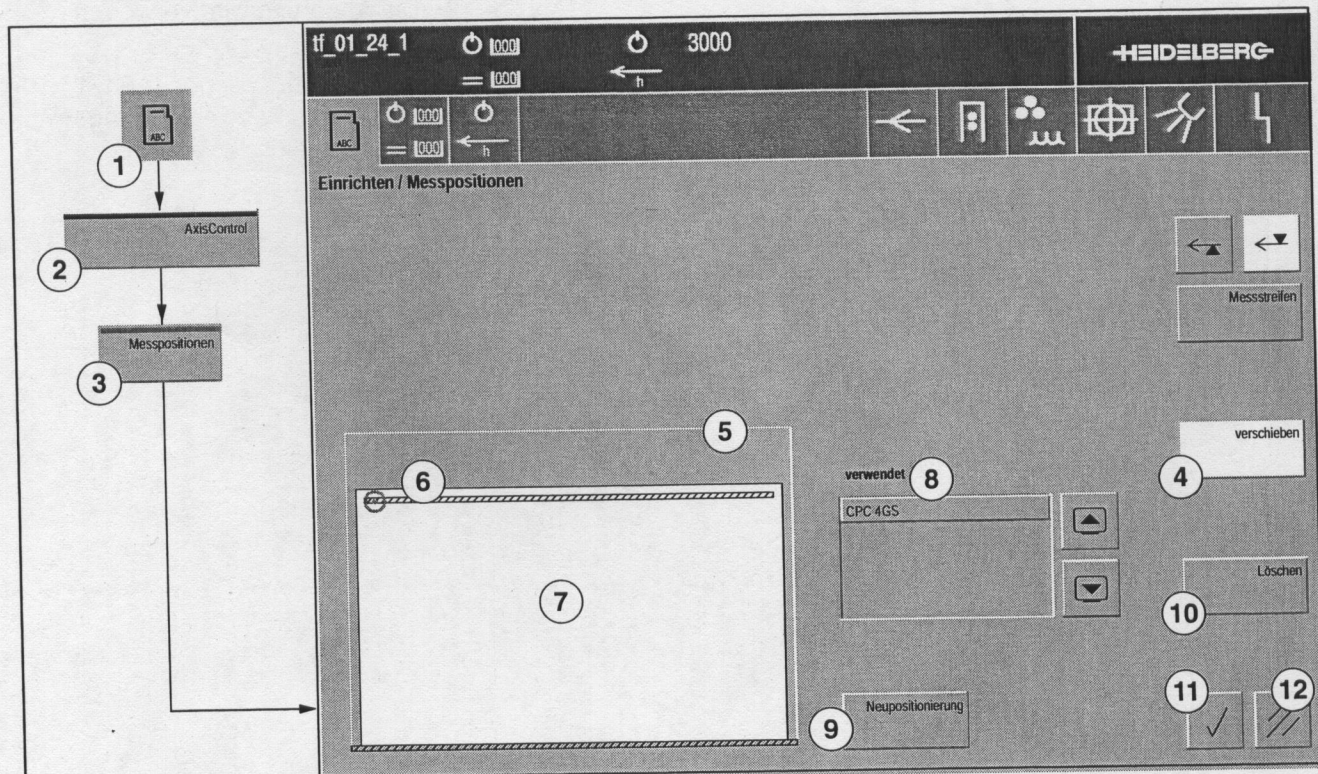

Abb. 14 Menü Messpositionen verschieben
Nach dem Positionierlauf und der erfolgreichen Überprüfung des gewählten und gemessenen Farbmessstreifens, wird der erkannte Farbmessstreifen in das Anzeigefeld "verwendet" (Abb. 14/8) übernommen. Der Farbmessstreifen wird auch symbolisch auf der Weißfläche dargestellt (Abb. 14/6).
11. Löschen (Abb. 14/10)
Drücken Sie die Taste *Löschen* (Abb. 14 /10), der im Fenster *verwendet* (Abb. 14/8) angeählter Farbmessstreifen wird gelöscht.
1. Drücken Sie die Taste *verschieben* (Abb. 14/4).
2. Positionieren Sie die Lichtmarke auf dem Messstisch auf die Position, auf die der Farbmessstreifen verschoben werden soll. Zur Grobpositionierung berühren Sie die Weißfläche (Abb. 14/7) an der Stelle, auf die der Farbmessstreifen neu positioniert werden soll. Der Messkopf fährt auf die angewählte Position. Mit den Cursor-Tasten am Bedienpult können Sie die Lichtmarke exakt positionieren.
3. Drücken Sie die Taste *Neupositionierung* (Abb. 14/9). Der Farbmessstreifen wird auf die ausgewählte Position verschoben.
4. Änderung übernehmen: Drücken Sie die Taste *OK* (Abb. 14/11). Die Änderung wird gespeichert.
Änderung verwerfen: Drücken Sie die Taste (Abb.14/12). Die Änderung wird verworfen.
5. Löschen (Abb. 14/10)
Durch Drücken der Taste *Löschen* (Abb. 14/10) kann ein im Anzeigefeld "verwendet" angewählter Farbmessstreifen gelöscht werden.